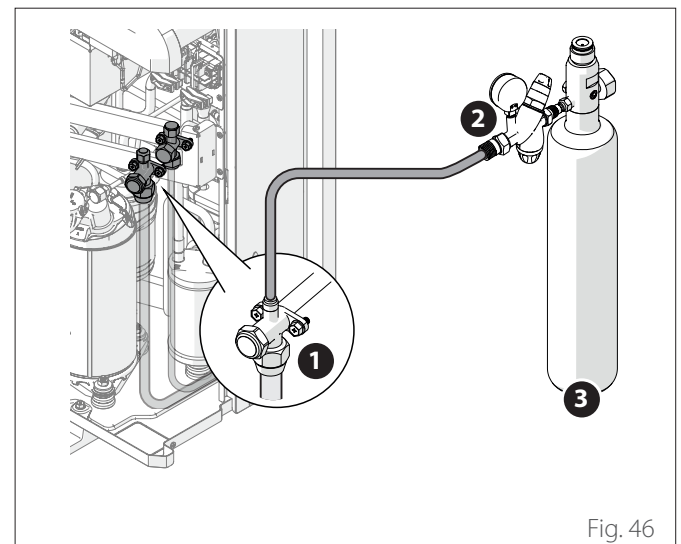

Fig. 46
- Conectați butelia de azot prin reductorul de presiune și furtunul la priza de serviciu („Fig. 46”).